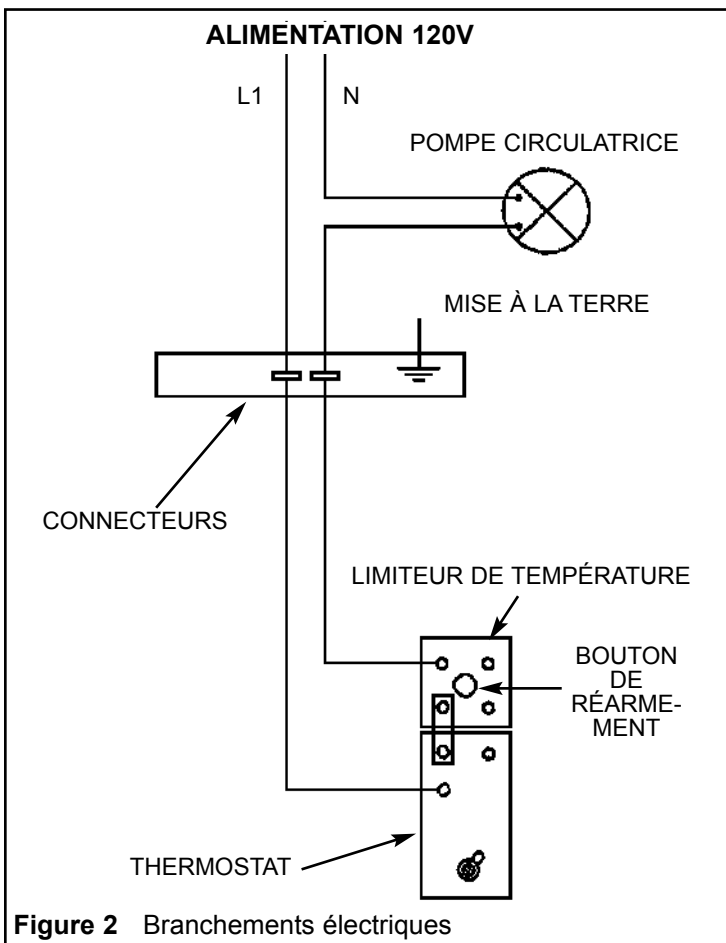

Figure 2 Branchements électriques
2. Branchez la pompe circulaire au réseau tel qu'illustré à la Figure 2. Les conducteurs de ce chauffe-eau sont de calibre 14 AWG et possèdent une résistance thermique TEW 105°C. Si vous devez changer un fil électrique, n'utilisez que du fil de type TEW 105°C.